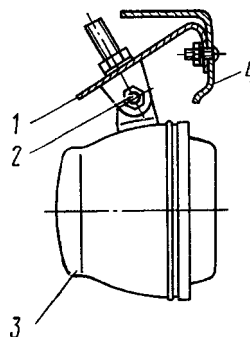

Рис. 349. Установка противотуманных фар: 1 - кронштейн; 2 - гайка; 3 - фара противотуманная; 4 - буфер
**Регулирование света противотуманных фар.** Установите экран на расстоянии 5 м от автомобиля и проведите на нем горизонтальную линию, которая должна быть ниже линии высоты центров фар на 100 мм. Отверните гайку 2 (рис. 349) крепления противотуманной фары к кронштейну и установите фару так, чтобы верхняя граница светового пятна совпала на экране с горизонтальной линией.